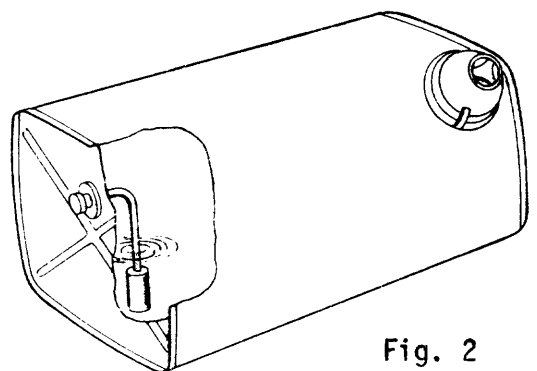

Fig. 2
*Tanque de combustible (fig. 2)*